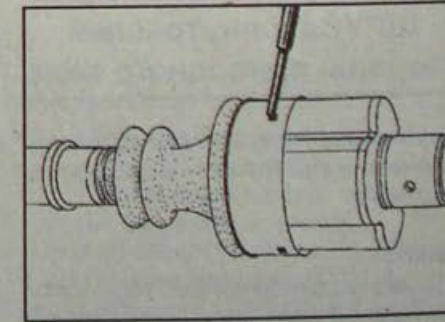

Рис. 8.23. Фиксация кожуха на корпусе шарнира равных угловых скоростей
- В этом положении зафиксируйте кожух на корпусе шарнира кернением в трех отверстиях на кожухе (рис. 8.23).